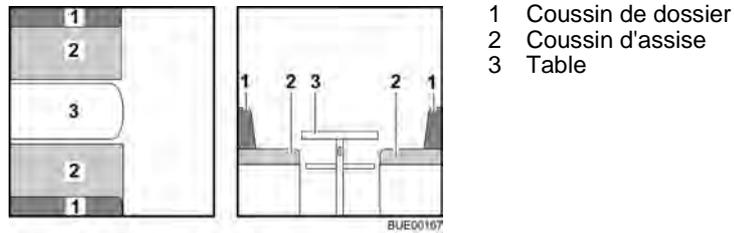

Fig. 81 Avant la transformation
- Convertir la table (Fig. 81,3) en sommier de lit (voir paragraphe 6.11).